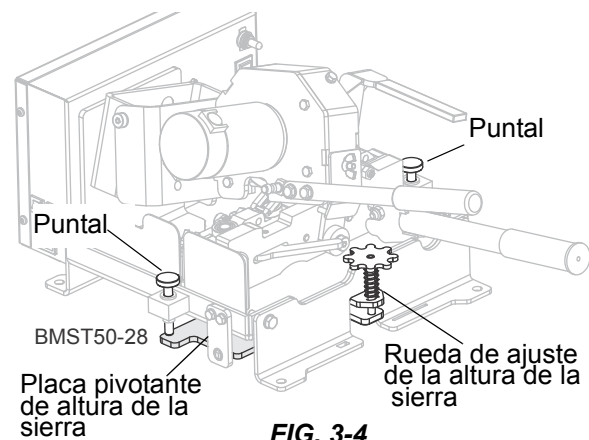

FIG. 3-4
1. **Ajuste la altura de la sierra para el afilado.** La sierra debe reposar de forma equilibrada sobre los puntales de altura de la sierra. Utilice la rueda de ajuste de la altura de la sierra para subir o bajar los puntales. Los puntales pueden ajustarse simultáneamente con la rueda. Baje completamente el afilador para alinear la sierra con el esmeril. Cuando la sierra esté a la altura correcta para el afilado, vuelva a apretar la tuerca de seguridad del tornillo de fijación. Vea la fig. 3-4